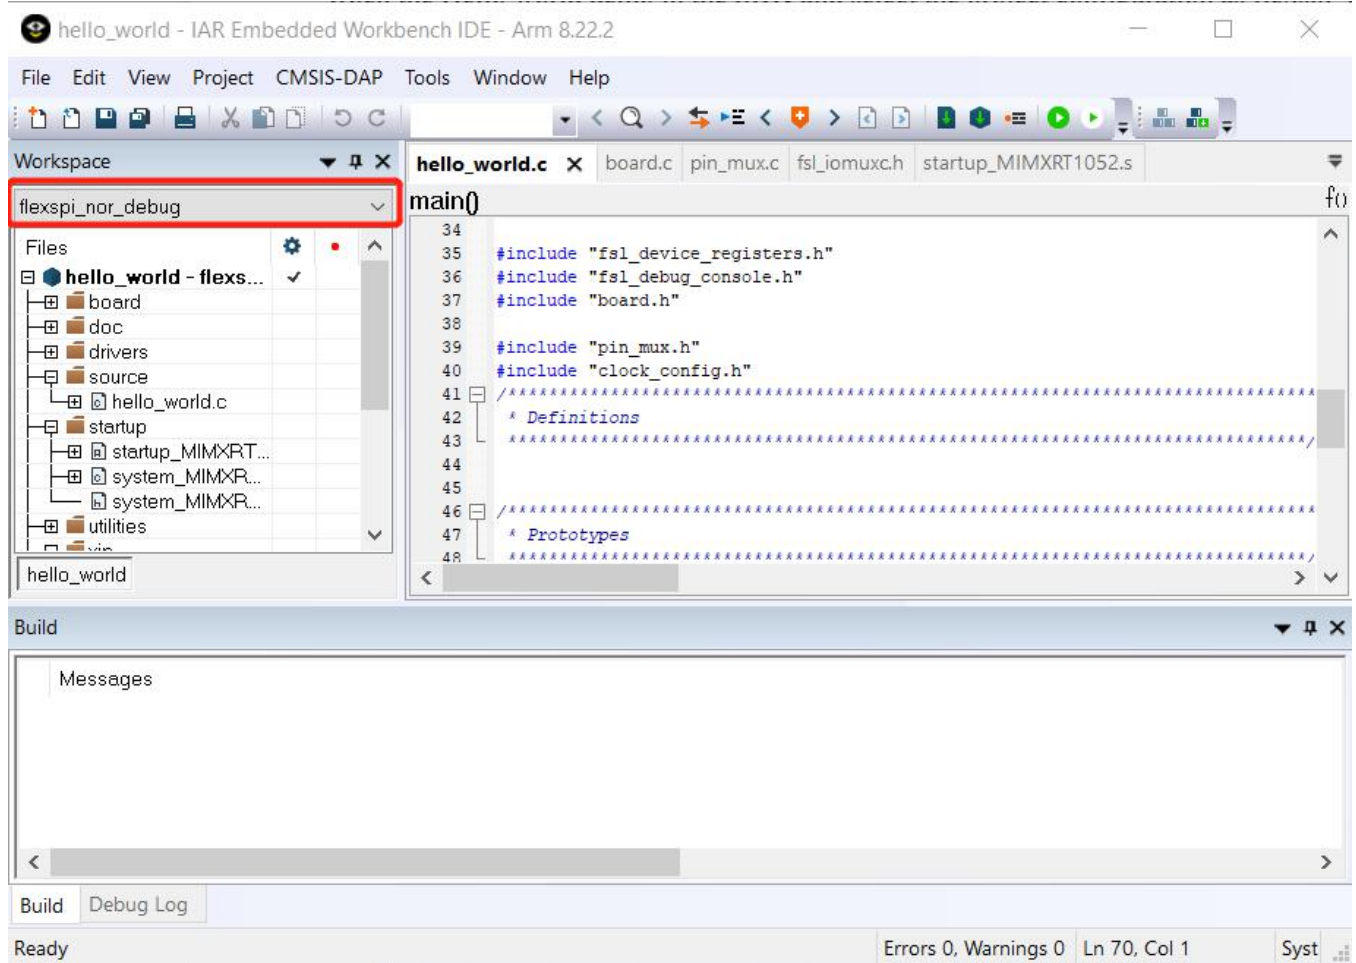

图 4. 选择项目配置为flexspi_nor_debug
- 在SDK中打开Hello world演示，并选择项目配置为flexspi_nor_debug (图 4)。